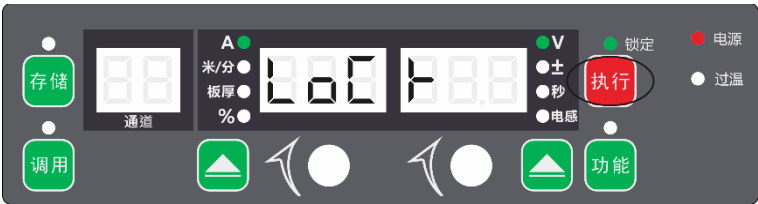

图3-24 普通锁定界面
1. 选择好焊接参数，长按“**执行**”键 3s，左边数码管提示“**LOCK**”后，锁定指示灯闪烁，即进入普通锁定界面，如图 3-24 所示；